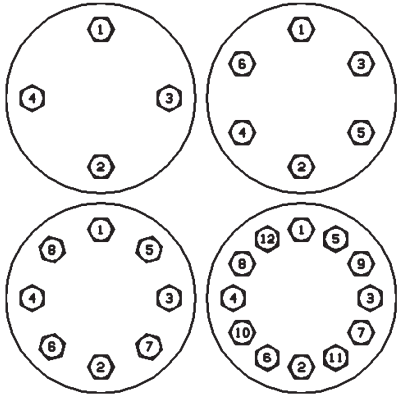

Figura 22: Secuencia de par
3. Apriete las tuercas del cuerpo (B014) de manera uniforme aplicando el torque en los incrementos y las secuencias como se define en la Tabla 6 y la Figura 22.